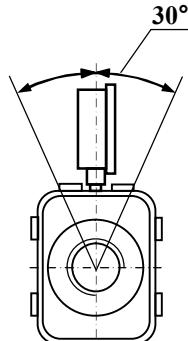

Рисунок 6.1
■ обеспечить отклонение от вертикальной оси не более чем на  $30^\circ$  (см. рисунок 6.1).